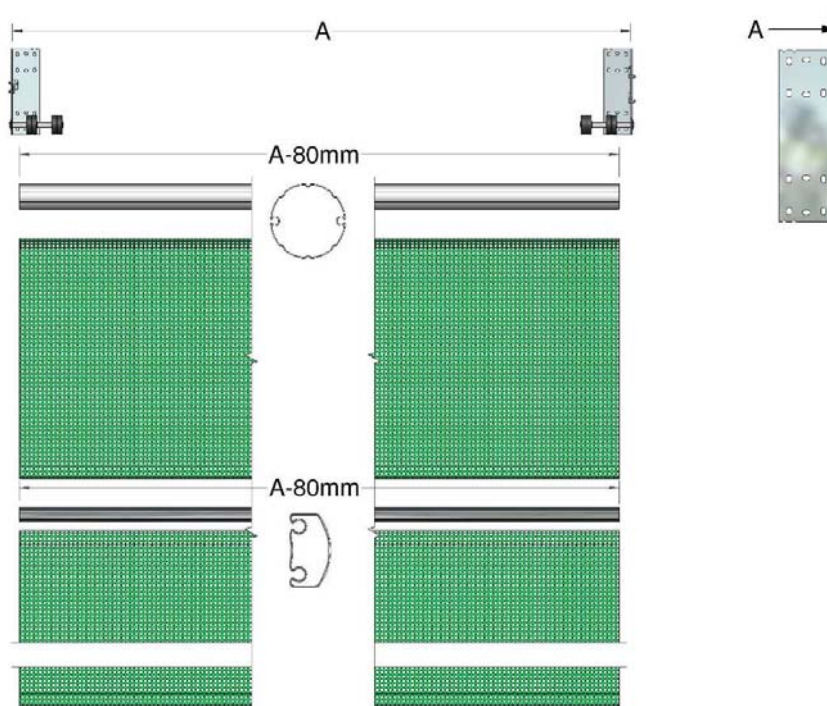

Abbildung 4a: Standardzuschnittlängen für die Rohre und das Netz
3a. Wenn die Tür zugeschnitten werden muss, zunächst lichte Weite zwischen den Innenflächen der oberen Halterungen (A) entsprechend den nachfolgenden Regeln messen (Abbildung 4a). Die untere Kappe und das untere Rohr werden zum jetzigen Zeitpunkt noch nicht geschnitten.